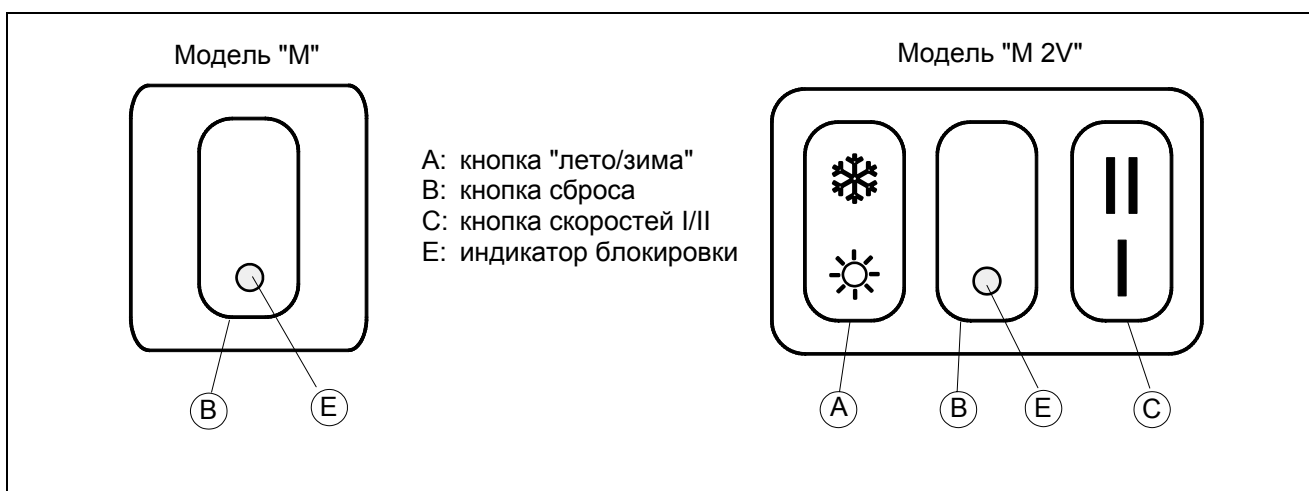

Рис. 1 - Управление с пола
4. В моделях серии "2V" установить кнопку "лето/зима" в положение зима (см. Рис. 1).
7. В противном случае управляющее устройство зажигания блокирует нагреватель, в результате чего загорается красная сигнальная лампочка, установленная на кнопке сброса В (см. Рис. 1).